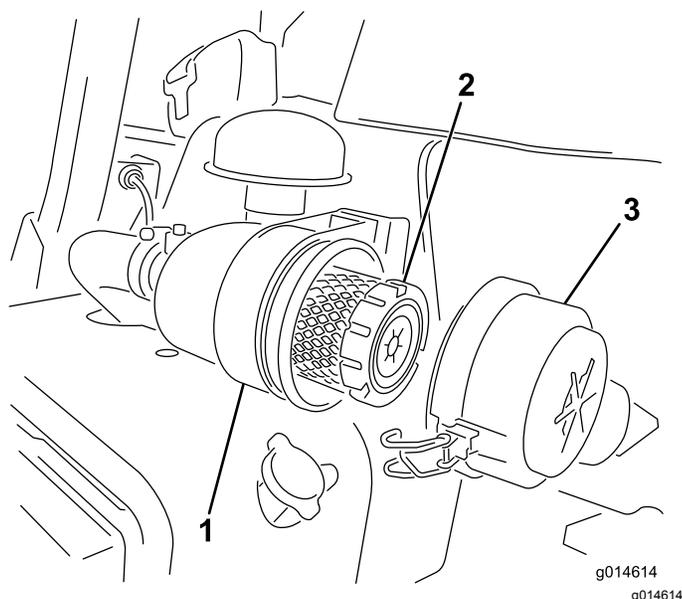

Bild 30
1. Lösen Sie die Riegel, mit denen die Abdeckung des Luftfilters am Luftfiltergehäuse befestigt ist (Bild 30).
7. Befestigen Sie die Laschen (Bild 30).